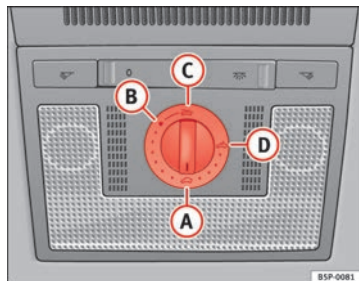

Fig. 68 Détail du ciel de pavillon : commande rotative du toit ouvrant coulissant/relevable
- Tournez la commande rotative en position **(A)** ⇒ fig. 68 ⇒ ⚠.